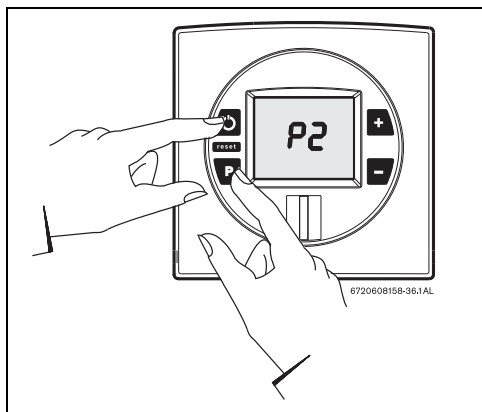

Fig. 47
- Mantener pulsada la tecla de programación y pulsar el interruptor principal ON/OFF para conectar el aparato (consultar la Fig. 47).